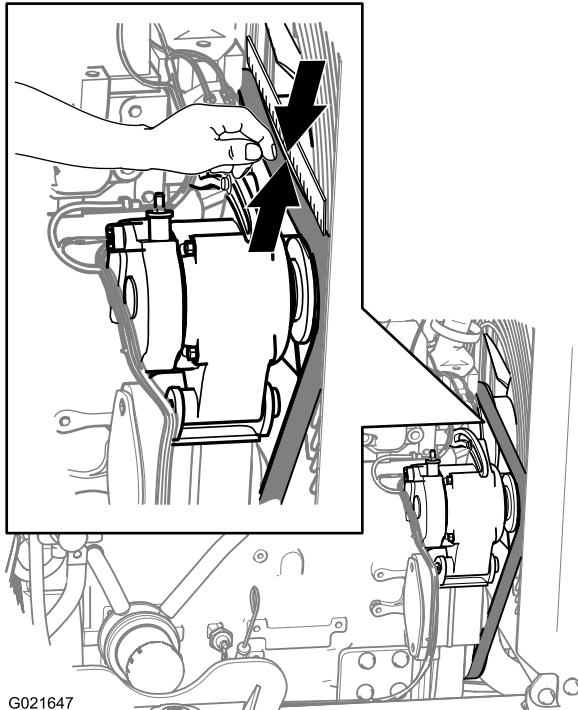

**Figure 144**
3. Vérifiez la courroie à la recherche de coupures, craquelures, fibres détachées, traces de graisse ou d'huile, vrillage ou signes d'usure anormale (Figure 144).
3. Alignez une règle par-dessus la courroie d'entraînement et en travers des poulies, comme montré à la Figure 144.
4. Appuyez sur la courroie à mi-chemin entre la poulie de ventilateur et la poulie d'alternateur, comme montré à la Figure 144.